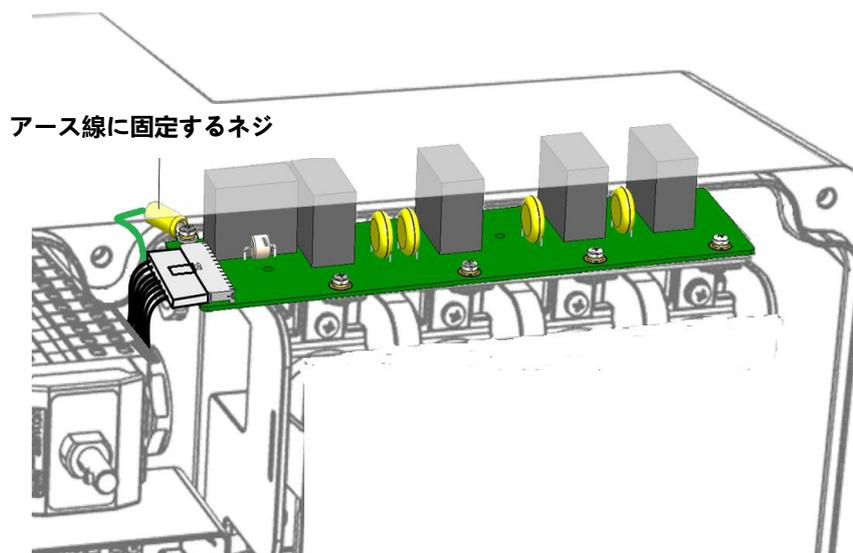

図4: AC SPDの取り外し
4. アース線のプラグをAC SPDに固定しているねじを外して、AC SPDを取り外してください (図4参照)。
2. 付属のAC SPDにアース線を接続し、プラグネジを2.6 N*mのトルクで締めてください (図 4 参照)。